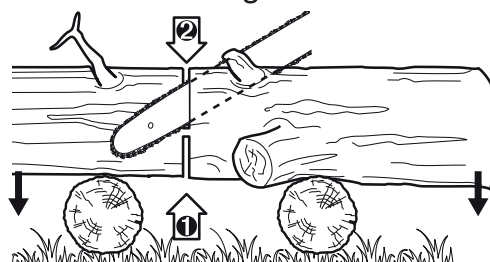

Fig. 40
- > Cuando el tronco se apoya en ambos extremos (Fig. 40), cortar 1/3 del diámetro desde arriba (corte descendente). A continuación, realice el corte final haciendo el corte ascendente de los 2/3 restantes para llegar hasta donde quedó el primer corte.